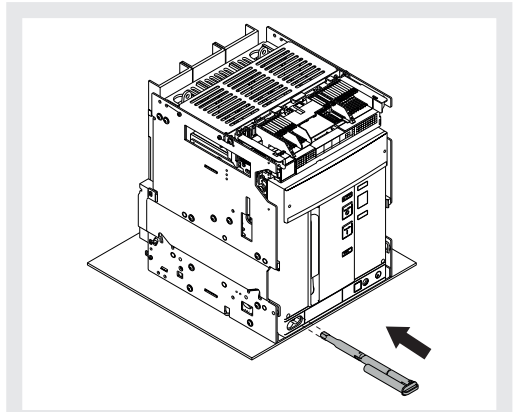

Figura 48
13. Riporre la manovella nella propria sede. Vedi Figura 48.